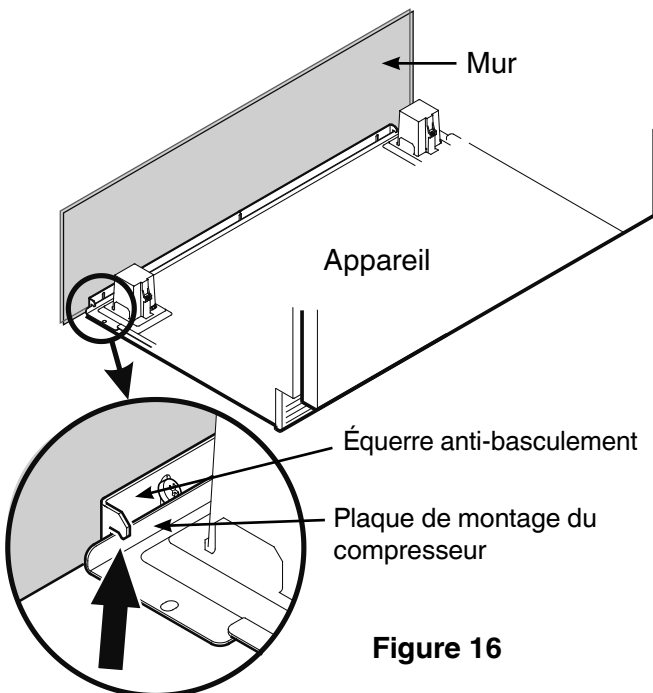

Figure 16
4. Pousser lentement l'appareil vers le mur arrière jusqu'à ce que la plaque de montage du compresseur soit en contact avec l'équerre antibasculement (Figure 16).
Afin d'éviter que l'appareil ne bascule vers l'avant, la plaque de montage du compresseur doit être en contact avec l'équerre antibasculement (Figure 16).